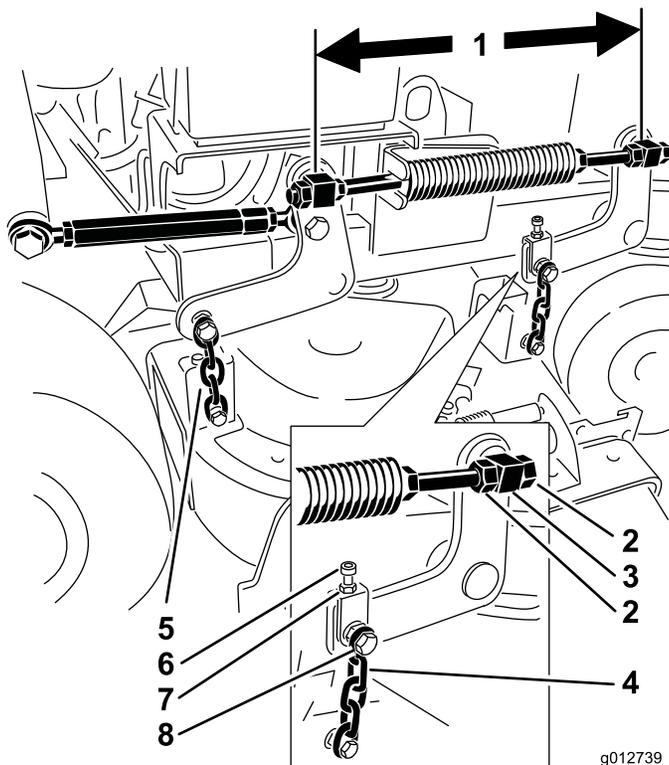

図 82
6. スイベルの間の距離を点検する（スイベルについているねじ山つきのロッドの中心線から中心線までの距離を測る）。36 インチ・デッキの場合にはこの長さが 49.5 cm であることが必要であり、40 インチ・デッキの場合にはこの長さが 43.7 cm であることが必要である（図 82）。
9. 前スイベルと後ろスイベルの距離の調整は、その側の前スイベルにすいているジャム・ナットで行う（図 82）。
11. そして、調整ボルトで、前チェーンが2本とも同じ張りになるように調整する（図 82）。
5. 上チェーン・ボルトのナットと調整ボルトのナットをゆるめる（図 82）。
6. **A**位置での高さが**B**位置での高さよりも 6~10 mm 低くなるように調整ボルトで調整する（図 82）。